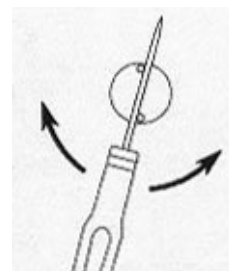

図 14
- スピンドルとディスクを離すために図 14 のようにドライバーをディスクの2本のピンの間に入れてください。次にドライバーでディスクを軽く回します。回す方向はどちらでも結構です。これでディスクは自由になります。